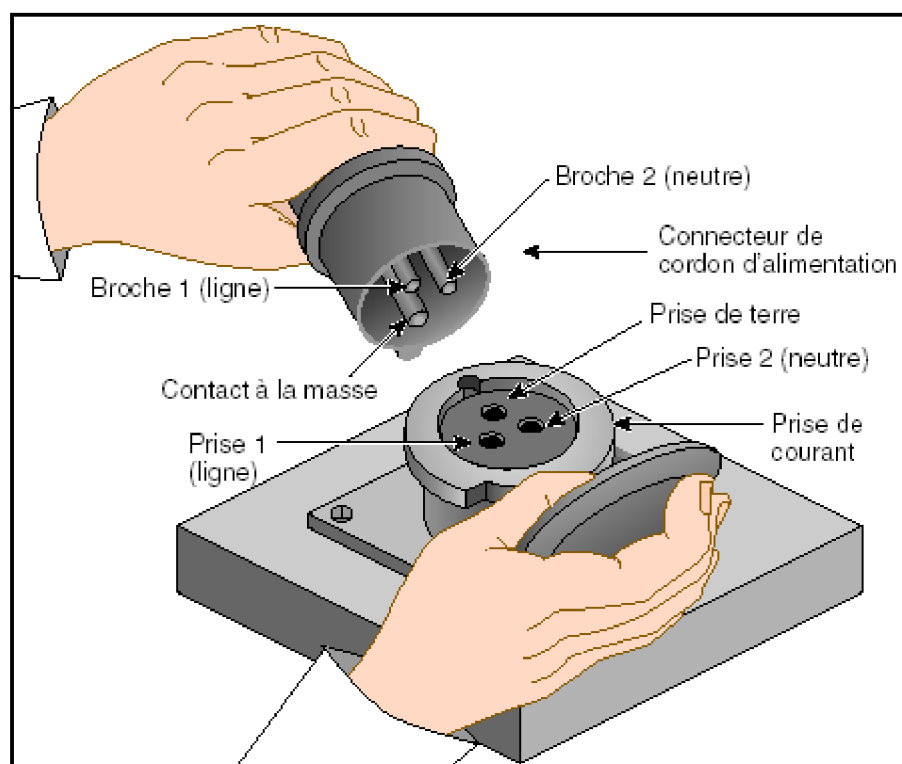

Figure 1-9 **Prise de courant monophasé de 32 ampères pour les sites internationaux**
2. Vérifiez la tension entre la prise 1 et la prise 2 (reportez-vous à la figure 1-9). Le compteur devrait indiquer entre 200 et 240 VCA.